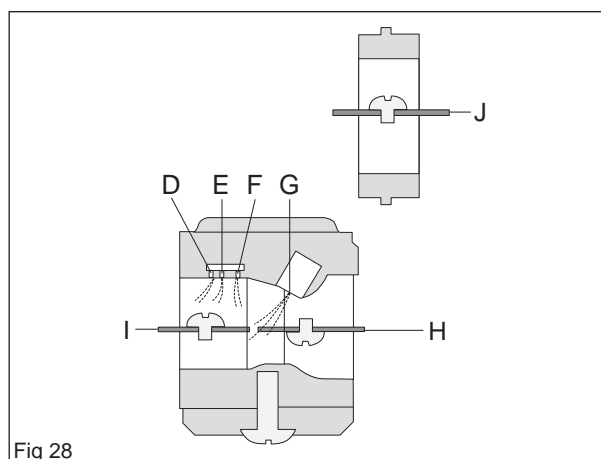

Fig 28
À plein régime, toutes les soupapes sont ouvertes et le carburant est distribué par les quatre diffuseurs (D, E, F et G). La soupape d'étranglement (J) est aussi complètement ouverte (voir la figure 28).